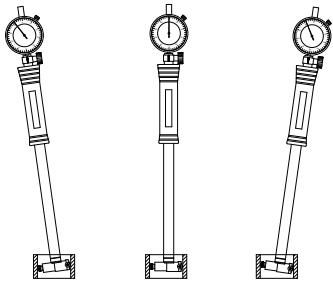

Fig.1
- Poner a cero (como por ejemplo el calibre de anillo): Inserte el calibre en el anillo de ajuste y mueva el calibre (fig.1), para encontrar el punto de giro de la aguja. Afloje el tornillo de bloqueo del bisel y gire el bisel para que la 'línea cero' coincida con el 'punto de giro', luego apriete el tornillo de bloqueo del bisel. Mueva el calibre varias veces para asegurarse de que la 'línea cero' coincide con el 'punto de giro'.